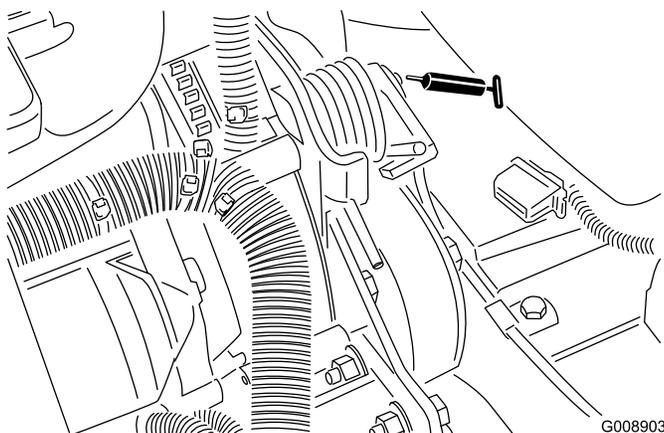

Figura 45
- Articulação da tensão da correia (Figura 45)